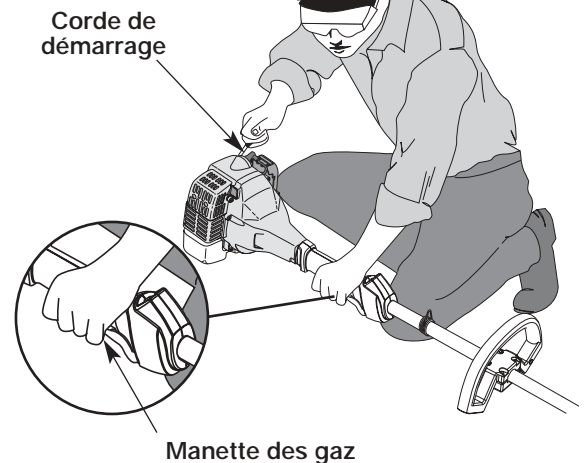

Fig. 8
AVERTISSEMENT: évitez tout démarrage accidentel. Tenez-vous en position de démarrage lorsque vous tirez sur la corde de démarrage (Fig. 8). L'opérateur et l'appareil doivent tous deux être en position stable pour éviter des blessures graves.
5. Levez-vous en position de démarrage (Fig. 8) et appuyez sur la manette des gaz. Tirez sèchement sur le cordon de démarrage jusqu'à 4 fois.